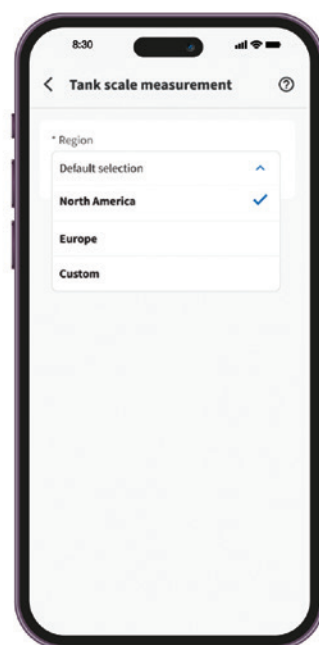

Fig. 12
- Apri l'app Napoleon Home e vai alla sezione Bilancia bombola (**Fig. 12**).